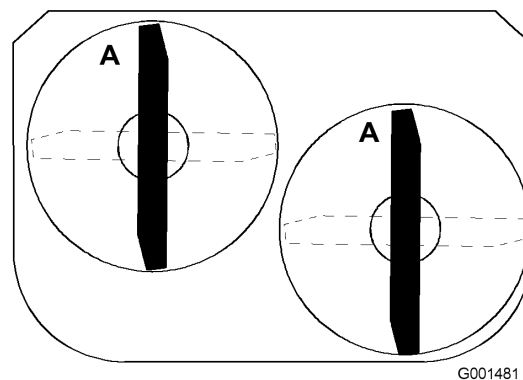

Figure 56
1. Tournez les lames dans le sens longitudinal (Figure 56).